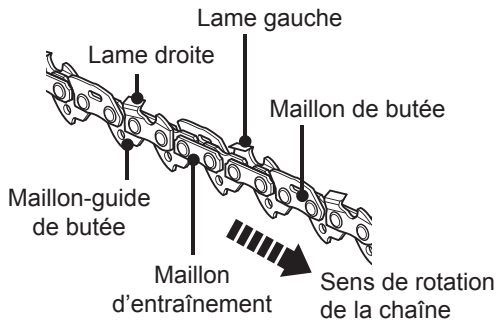

Fig.42
- > La profondeur de coupe se définit par la différence de hauteur entre les dents et la rainure. Lors de l'affûtage de la chaîne [5], prenez note des points suivants (Fig.42).